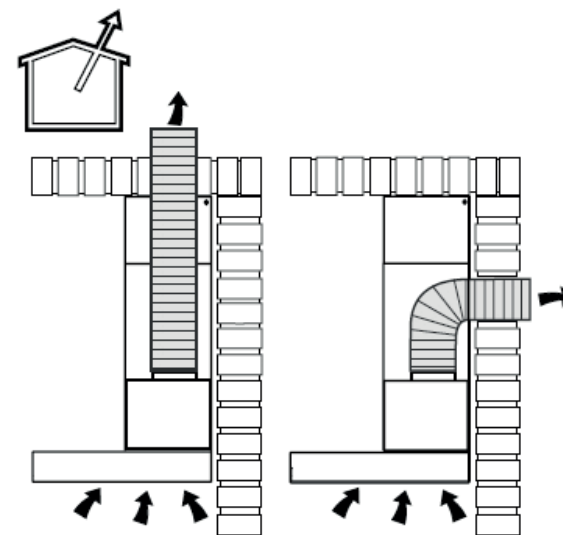

Figura 1
- en versión EXTRACCIÓN (figura 1);
Utilización en versión extracción (figura 1)